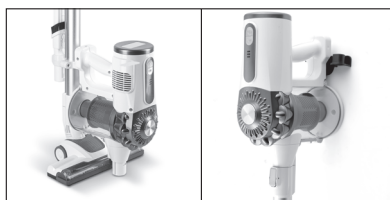

Abb. 4
- Das Gerät kann auch an einer zuvor an einer Wand montierten Wandhalterung (23) oder an einem Bügel (8) mit einem Haken (17) gehängt werden **Abb. 4**.
- Die Bügel (23 und 8) sind auch für eine Saugdüse (24) vorgesehen.